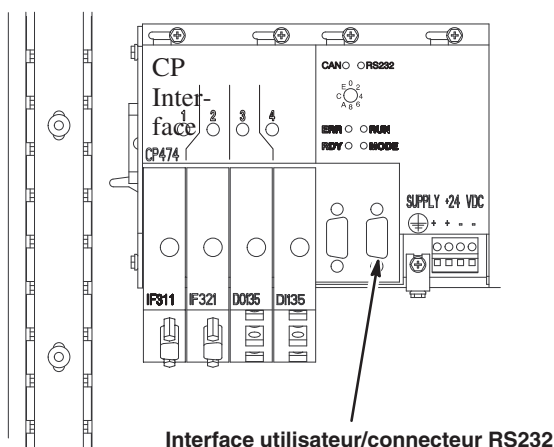

Fig. 13.6
5. Brancher le câble de communication entre le port sériel de l'ordinateur et le connecteur RS232 de l'automate. Voir Fig. 13.6.
12. Débrancher le câble de communication et rebrancher le câble d'interface utilisateur sur l'automate du PrecisionMix II. Voir Fig. 13.6.
- Débrancher le câble de communication et rebrancher le câble d'interface utilisateur sur l'automate du PrecisionMix II. Voir Fig. 13.6.